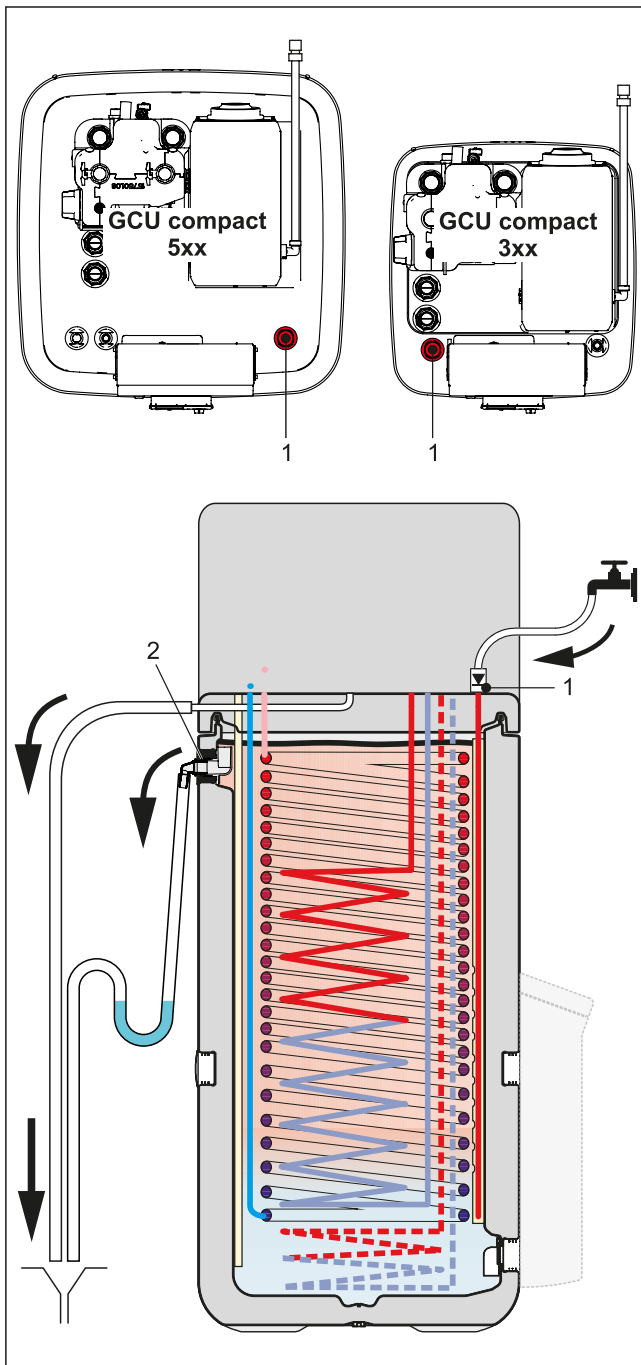

Bild 9-6 Befüllung Pufferspeicher - ohne angeschlossenem DrainBack Solar-System
- 1 **Füllschlauch** mit Rückflussverhinderer (1") an den **Anschluss "Solar - Vorlauf"** (Bild 9-6, Pos. 1) anschließen.
- 2 Speicherbehälter der GCU compact **befüllen bis Wasser an dem Überlaufanschluss** (Bild 9-6, Pos. 2) austritt.
- 3 Speicherbehälter der GCU compact **befüllen bis Wasser an dem Überlaufanschluss** (Bild 9-6, Pos. 2) austritt.